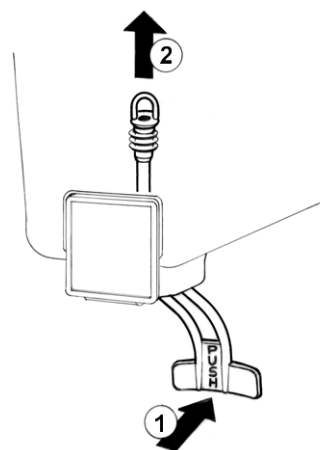

figura 3
5 Rubinetto a gommino: premere (1) la leva comando rubinetto e sfilare (2) il gommino dal foro d'uscita del contenitore (vedere figura 3).